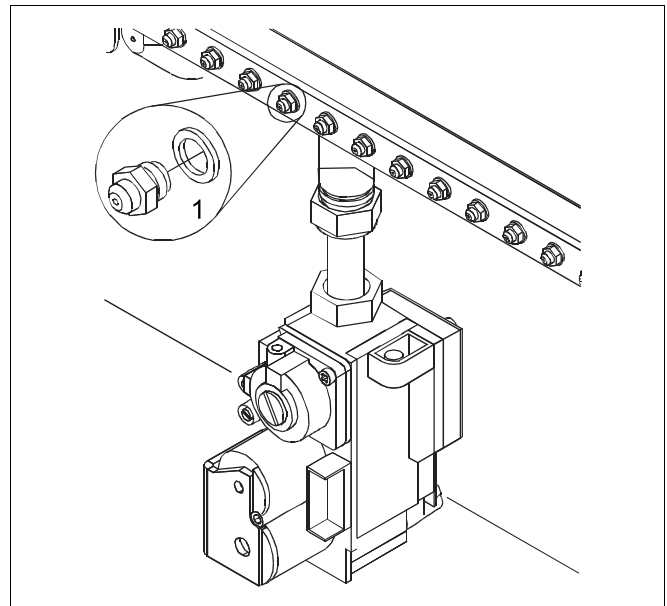

Fig. 48 Schimbarea duzelor
- Îndepărtați (Fig. 48, **Poz. 1**) duzele arzătorului și înlocuiți-le cu duze al căror diametru să coincidă cu noua categorie de gaz (Tab. 7, pagina 50).